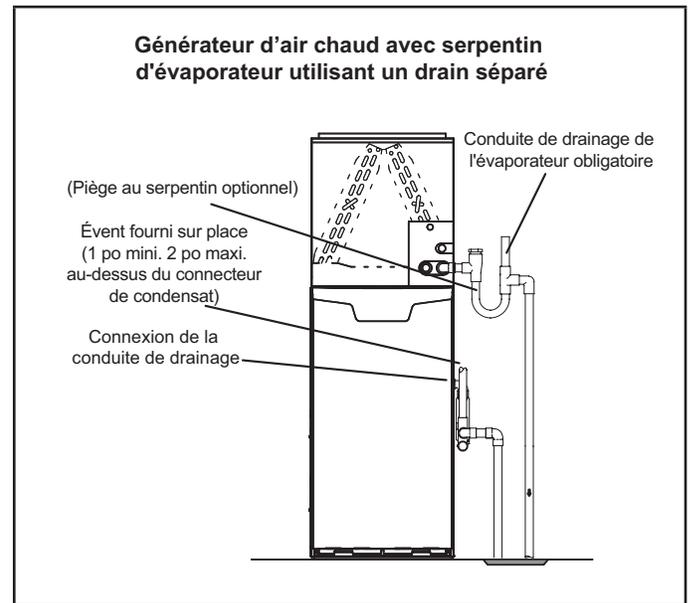
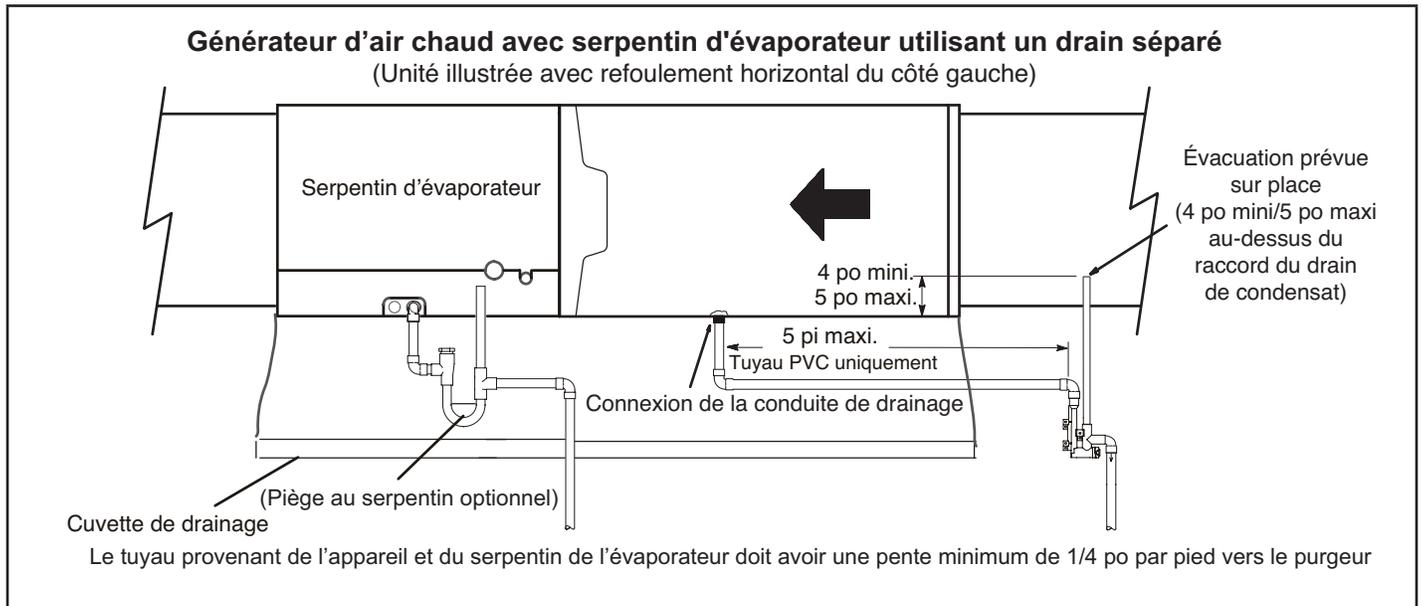
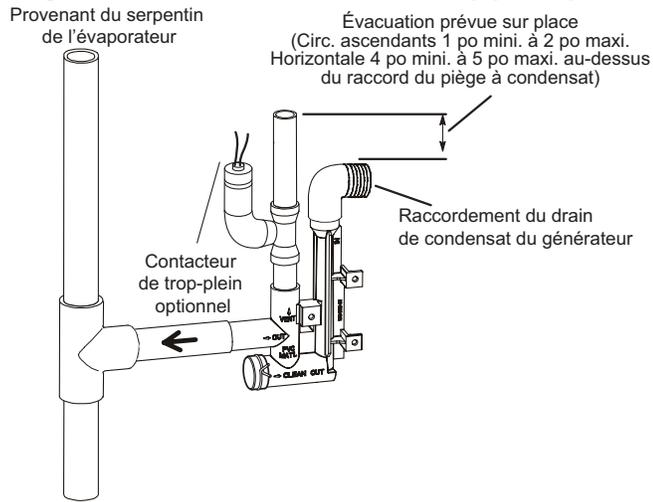

Figure 48
Figure 49
Figure 50
- 5 - La Figure 48 et la Figure 49 montrent l'appareil et le serpentín d'évaporateur utilisant un drain séparé. Si nécessaire la conduite de condensat de l'appareil et celle du serpentín d'évaporateur peuvent s'écouler ensemble. Voir la Figure 50, la Figure 51 et la Figure 52. **Circulation ascendante** (Figure 51) - L'évacuation fournie sur place doit avoir une longueur comprise entre 1 po minimum et 2 po maximum au-dessus du raccord de sortie du drain de condensat. Toute longueur supérieure à 2 po peut provoquer la submersion de l'échangeur de chaleur si la conduite de vidange principale combinée était obstruée. **Circulation horizontale** (Figure 52) - L'évacuation fournie sur place doit avoir une longueur comprise entre 4 po minimum et 5 po maximum au-dessus du raccord de sortie du drain de condensat. Toute longueur supérieure à 5 po peut provoquer la submersion de l'échangeur de chaleur si la conduite de vidange principale combinée était obstruée.